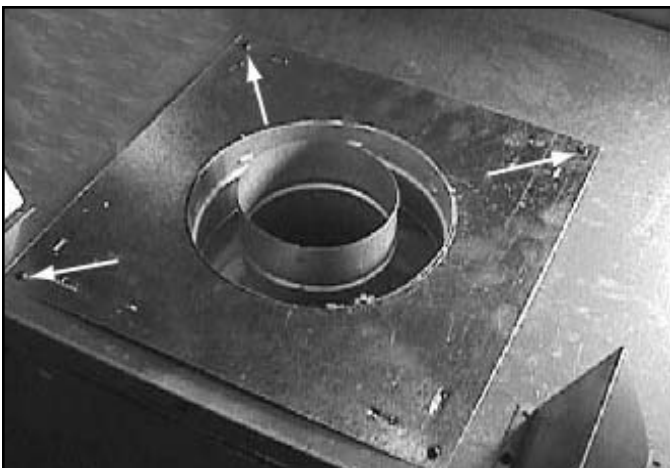

Figura 7.2 Retire los tornillos de la placa de cobertura
Nota: Si va el aparato es instalado para una ventilación superior, deseche esta placa y vuelva a poner el tornillo. Si el aparato es instalado para una ventilación trasera, continúe con el siguiente paso y la figura 7.2.
- Retire los tres tornillos restantes que sostienen la placa de cobertura que rodea al tubo. Vea la figura 7.2. Retire la placa cobertura y consérvela.